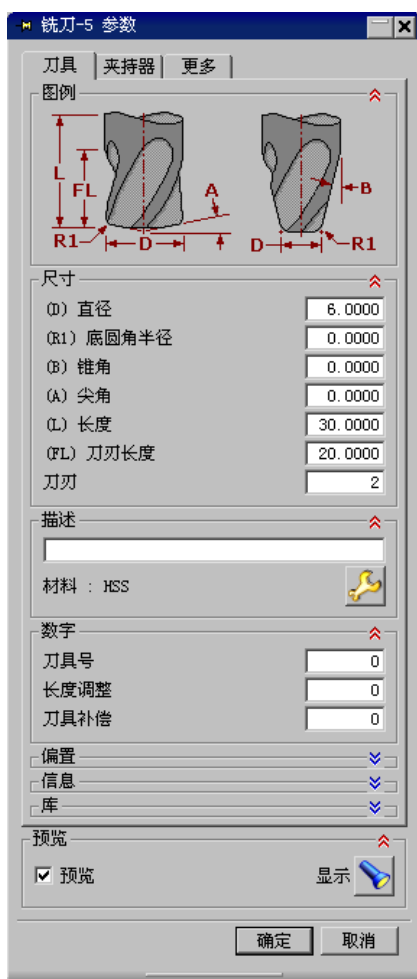

图 2.5.2 “铣刀-5 参数”对话框
输入刀具名称 D6R0，然后单击  按钮，系统弹出图 2.5.2 所示的“铣刀-5 参数”对话框。
Step3. 设置刀具参数。在“铣刀-5 参数”对话框中设置刀具参数如图 2.5.2 所示，单击该对话框“预览”区域中的  按钮，可以观察所设置的刀具。